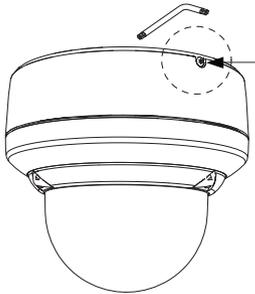

Figura 7.7 Soltar o parafuso de bloqueio de segurança
11. Alinhe os orifícios da placa de montagem (fornecida com a dome) com a tampa de montagem para dome e fixe com os três (3) parafusos fornecidos (*Figura 7.7*).